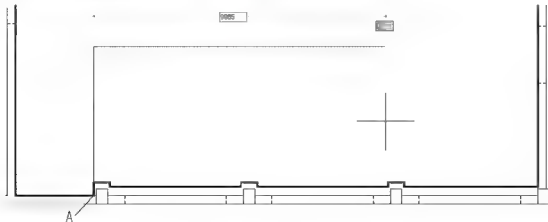

图 4.104 光标水平向右拖动并输入 9965
(1) 将【顶棚装饰】层设置为当前层,打开【正交】和【对象捕捉】功能。单击【绘图】工具栏上的【多段线】图标  或在命令行输入“PL”并按 Enter 键,启动【多段线】命令。
① 在指定起点:提示下,捕捉图 4.104 所示的 A 点处,作为多段线的起点。
② 在指定下一个点或 [圆弧(A)/半宽(H)/长度(L)/放弃(U)/宽度(W)]:提示下,将光标垂直向上拖动,输入“3950”后按 Enter 键。
③ 在指定下一个点或 [圆弧(A)/半宽(H)/长度(L)/放弃(U)/宽度(W)]:提示下,如图 4.104 所示,将光标水平向右拖动,输入“9965”后按 Enter 键。